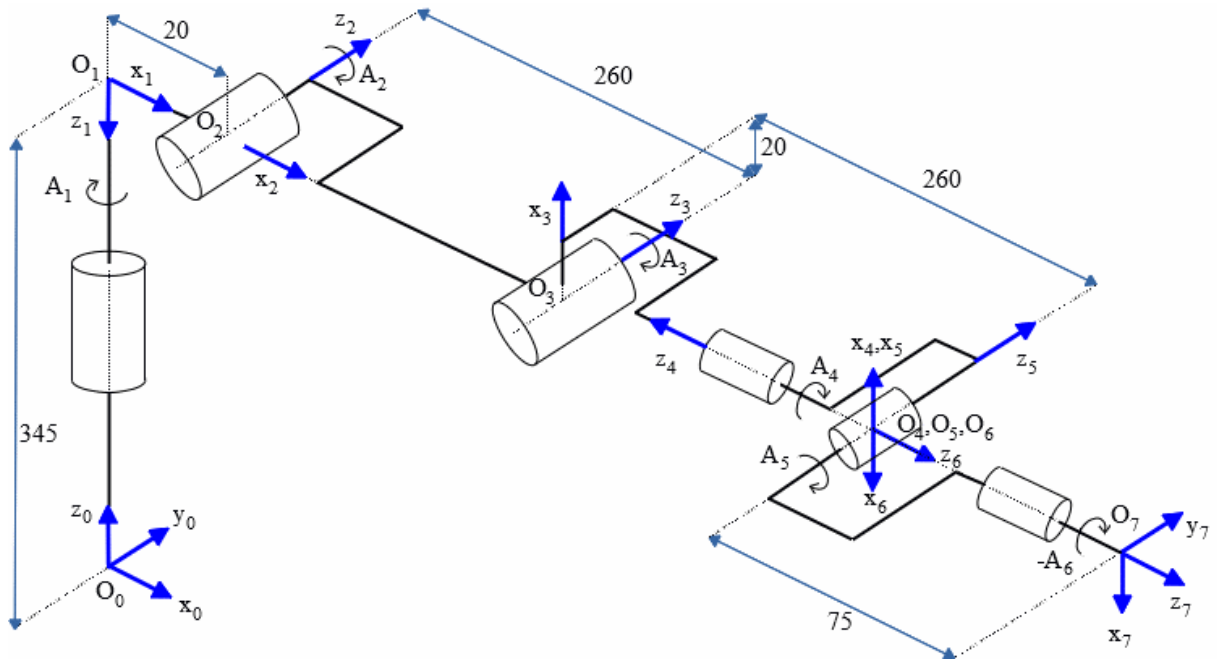

Figure 4 : représentation des repères associés aux corps du robot, les distances sont en mm.
- 2) Etablir l'équation exprimant le vecteur $\overrightarrow{O_0O_T}$ dans R_0 en fonction des matrices de transformation homogène $T_{0,7}$ et $T_{7,T}$, lesquelles correspondent respectivement au modèle géométrique direct (MGD) du robot (voir la figure 4, le repère R_0 est fixé au socle du robot, le repère R_7 est celui associé à la flasque du robot) et à son outil.